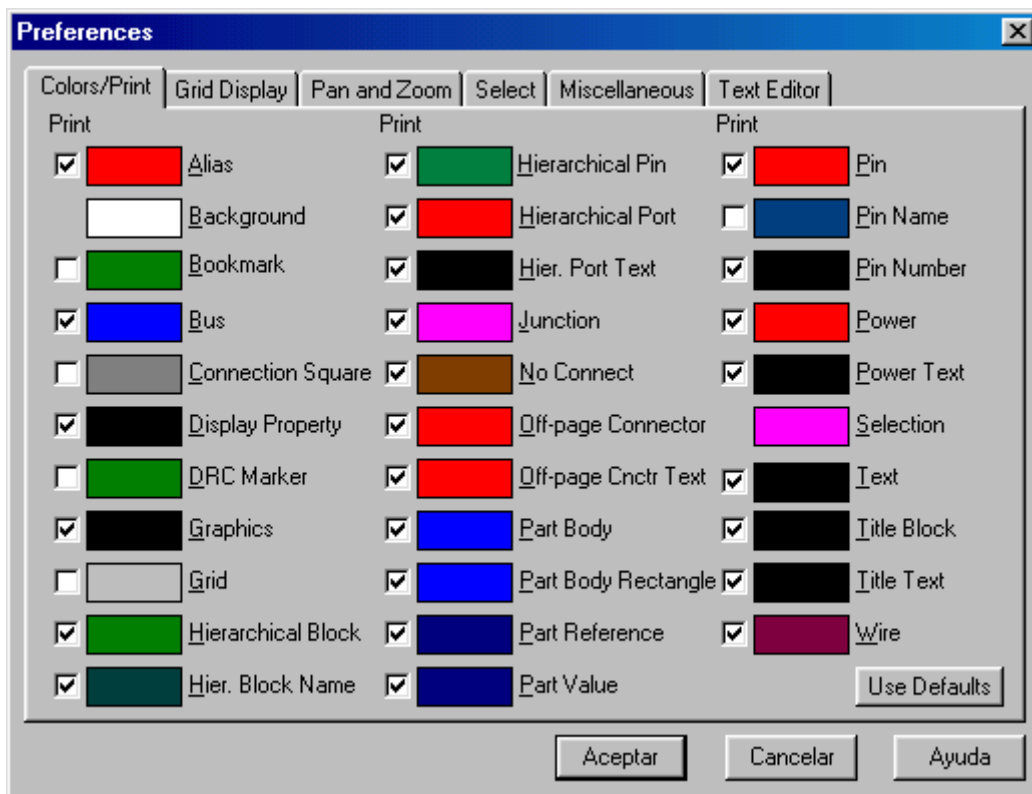

Figura 15: Ventana Colors/Print,( Preferences).
- **Preferences** (*Preferencias*). Muestra una ventana de diálogo, ver **Figura 15**, en la cual personalizar al gusto del diseñador los parámetros de la aplicación que a continuación se detallan: